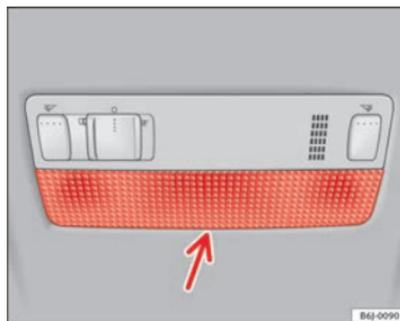

Fig. 185 Luz de lectura delantera
- Introduzca un destornillador fino por su parte plana entre la carcasa y el cristal ⇒ fig. 185.